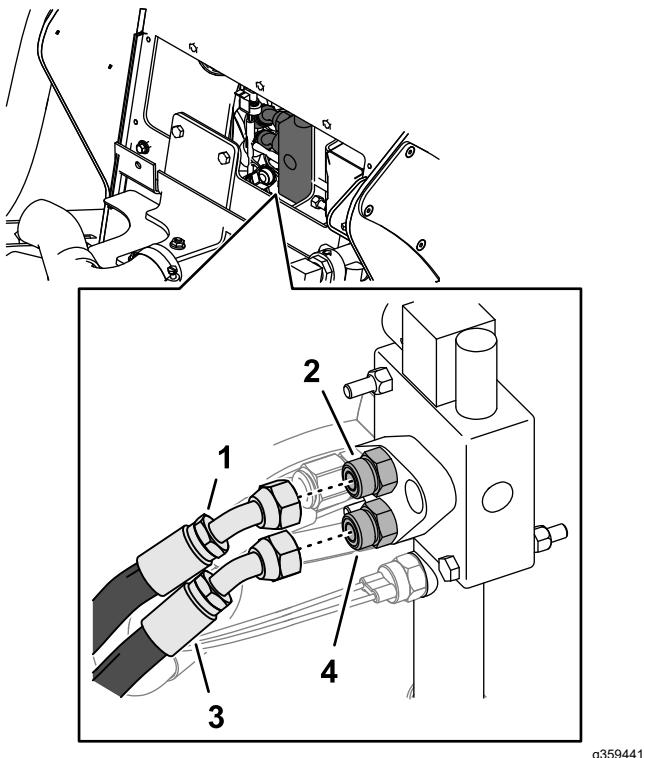

Figure 9
1. Marquez « Orifice B » sur le flexible de chargeuse supérieur et déposez le flexible du raccord du distributeur auxiliaire (Figure 9).